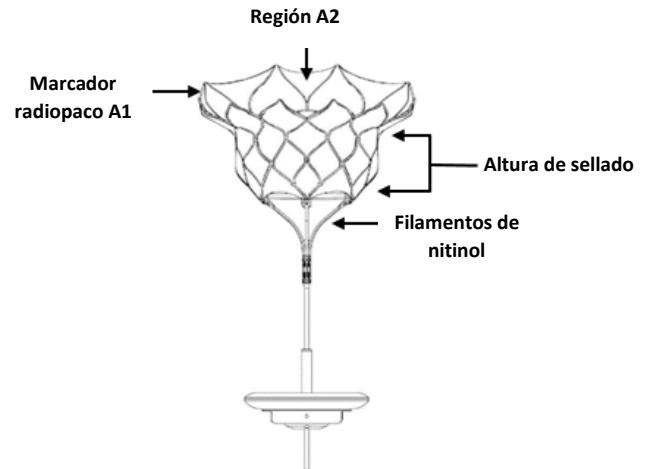

Figura 1. Válvula mitral Tendyne™ con almohadilla apical
La válvula mitral Tendyne es una bioprótesis destinada a la implantación transapical dentro de la válvula mitral nativa. La válvula se compone de dos (2) partes: una válvula bioprotésica pericárdica porcina y una almohadilla apical (conectada por un hilo trenzado, figura 1). La válvula tiene tres (3) valvas de tejido pericárdico porcino cosidas en un marco autoexpansible circular fabricado con nitinol. El marco interno está cosido dentro de un marco externo autoexpansible de nitinol. El marco externo ayuda a orientar la prótesis dentro de la válvula mitral nativa. Hay un marcador radiopaco en A1 que se puede visualizar mediante fluoroscopia para confirmar la orientación de la válvula. El manguito del marco externo se ha levantado a lo largo de la cara anterior y se denomina región A2. La válvula está diseñada para una orientación radial de modo que la cara anterior del manguito descansa sobre la continuidad aortomitral. Esta orientación alinea el manguito con la porción anterior de la válvula mitral nativa.